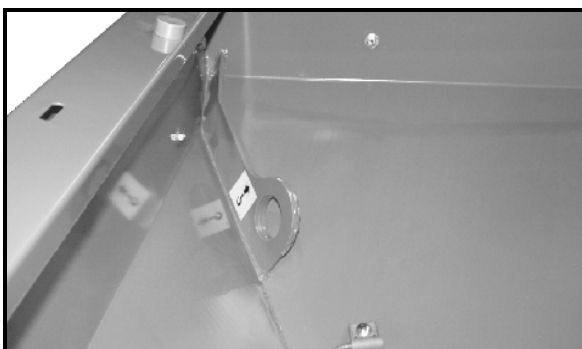
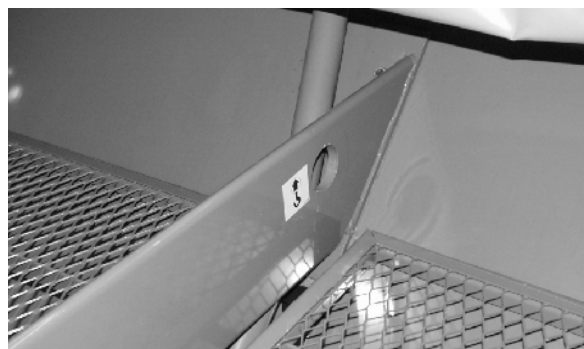

Рис. 5
Рис. 6
1. Для погрузки на транспортное средство зацепите агрегат в обозначенных местах для подвешивания на кране (см. Рис. 5 и Рис. 6).